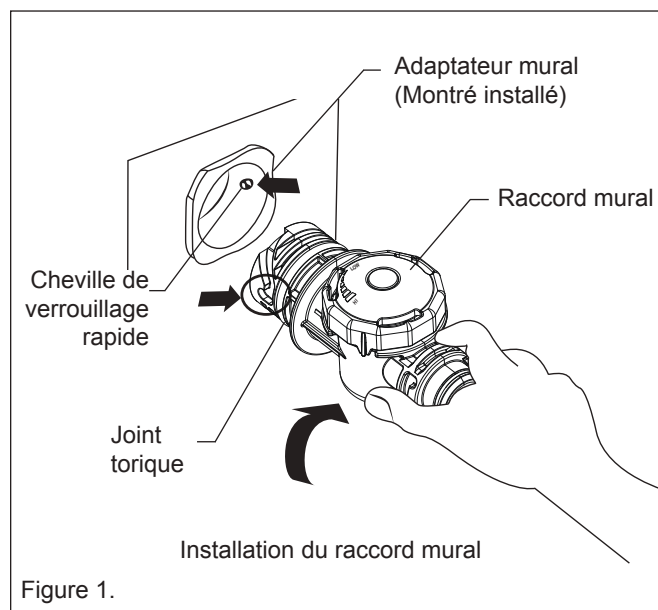

Figure 1.
4. Insérez l'adaptateur mural dans la conduite de retour fileté NPT de 1-1/2 po (38 mm). Serrez à la main. **Voir la Fig. 1.**
5. Alignez le raccord mural avec la cheville de verrouillage rapide à l'intérieur de l'adaptateur mural. Tournez de ¼ de tour dans le sens horaire pour verrouiller le raccord mural. **Tirez légèrement vers l'extérieur afin d'assurer un bon alignement pour engager les chevilles de verrouillage rapide.** Voir la Fig. 1.